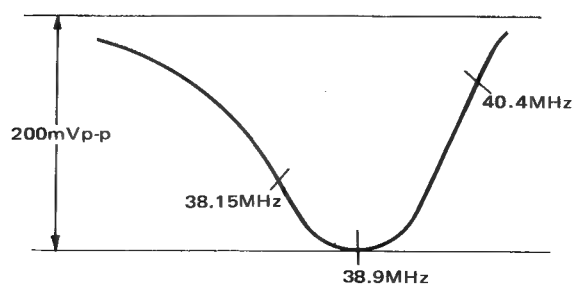

Fig. 26 Abb. 26
4. Adjust L103 for minimum at 38.9MHz as in fig. 26.
4. L103 auf Minimum bei 38.9 MHz abgleichen. (s. Abb. 26)